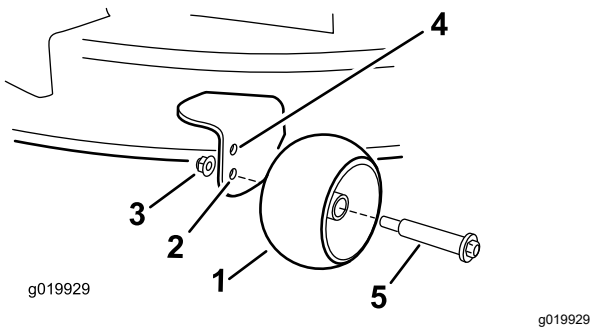

図 25
- 上の穴刈高が 63 mm 以下の場合に使用 図 25。
- 下の穴刈高が 76 mm 以上の場合に使用 図 25。